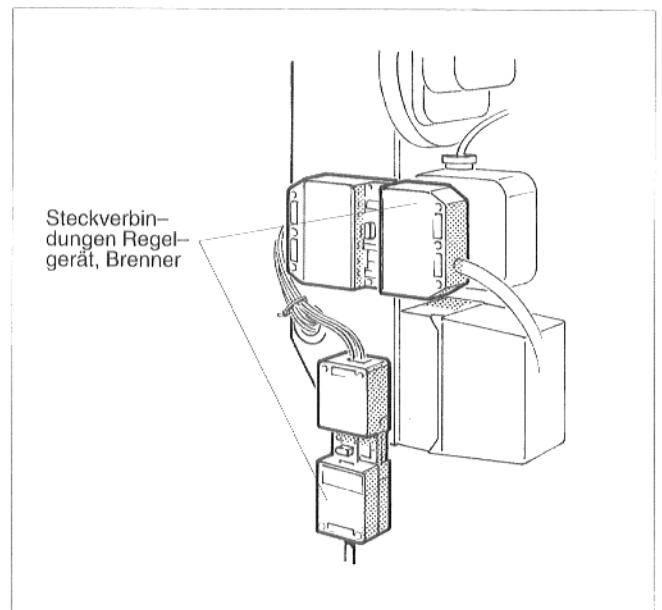

Abb. 2: Einzelheit "A"
- Steckverbindungen zwischen Regelgerät und Brenner lösen (Abb. 2).